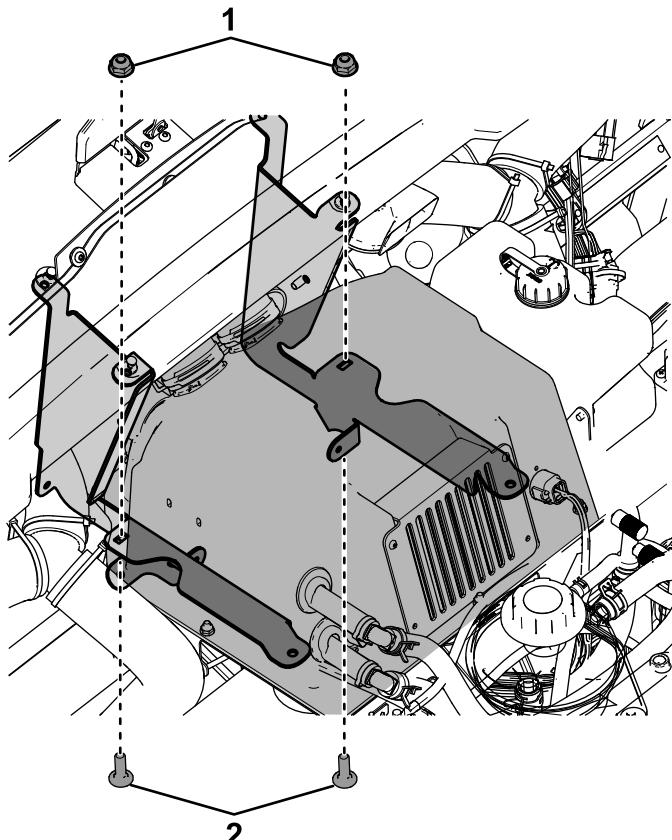

Figura 18
2. Collegate la parte posteriore del gruppo scatola del riscaldatore alle staffe del cruscotto sulla macchina con 2 bulloni a testa tonda (1/4" x 3/4") e 2 dadi di bloccaggio (1/4"); fate riferimento alla Figura 18.